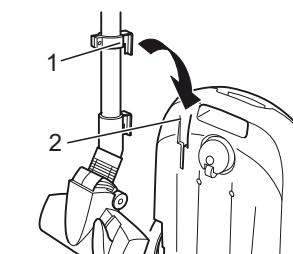

Abb. 17
- Zum **Aufbewahren** können Sie den Verstauhaken (Abb. 17/1) in die Verstauhalterung (Abb. 17/2) unten am Bodenstaubsauger einhängen.